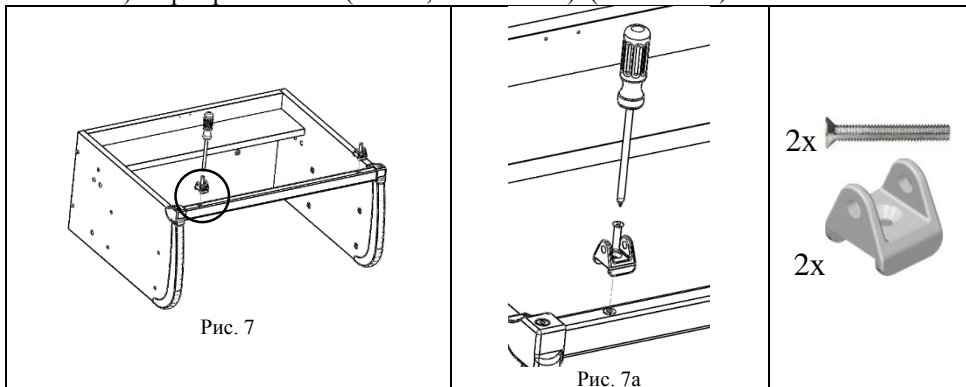

Рис. 7
5.1.7 К сборке по п. 5.1.6. прикрутить с помощью винтов с потайголовой (поз.11, пакет № 80) шарниры нижние (поз.10, пакет № 80). (Рис. 7 и 7а).
Рис. 7а